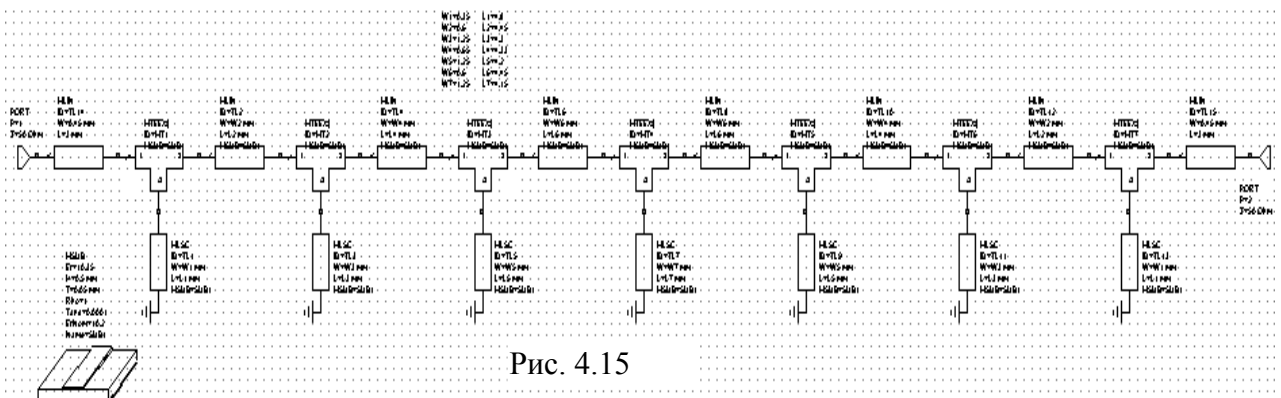

Рис. 4.15
8. Установите курсор на входной порт, нажмите левую кнопку мышки и подключите порт ко входу схемы. Аналогично подключите порт к выходу схемы. Схема будет выглядеть, как показано на рис. 4.15.